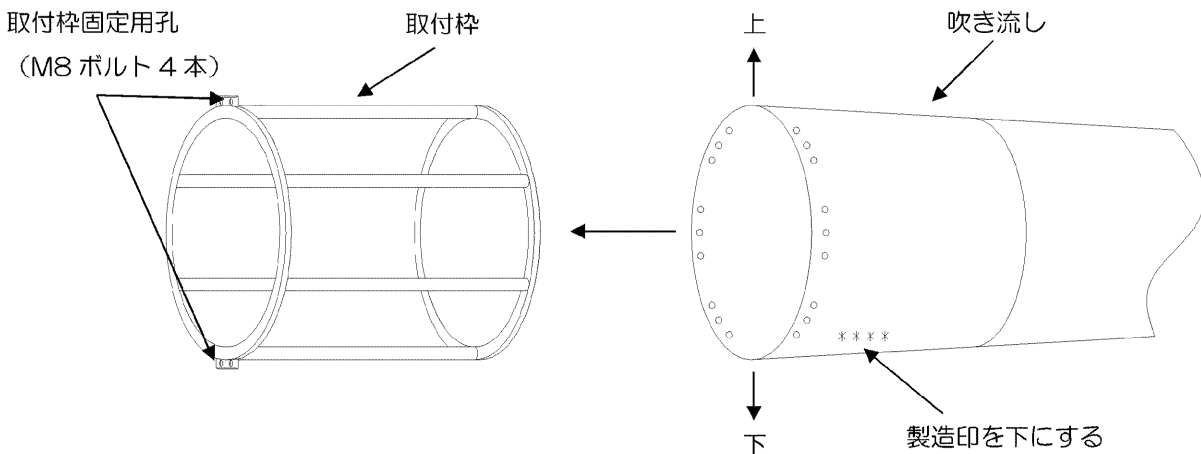

図 4 吹き流し取り付け方法
1. 吹き流しを取付枠にかぶせてください。方向がありますので、注意してください。(図 4 参照)